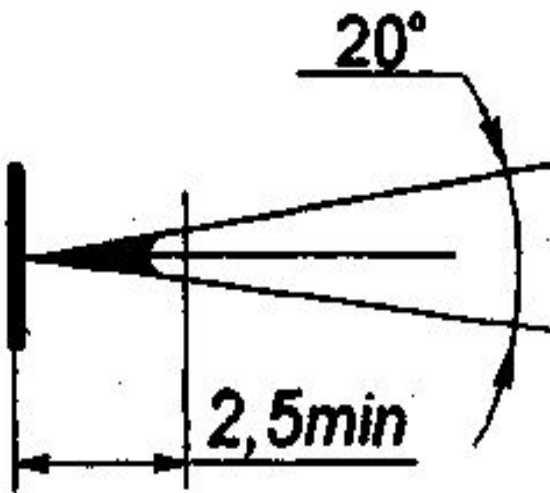

Рис. 5
- Форма стрелки показана на рис. 5. Размер стрелок следует выдерживать приблизительно **2,5 mm** на всём чертеже.